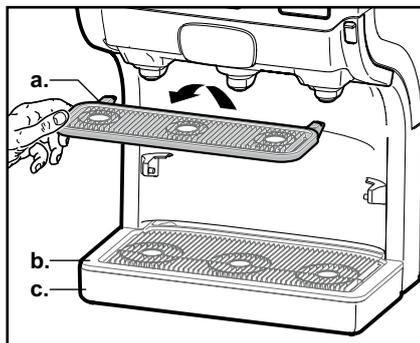

Fig. 27
2. Prelevare il portatazze (a.), la grata di sgocciamento (b.) e la vaschetta di sgocciamento (c.) (fig. 27).